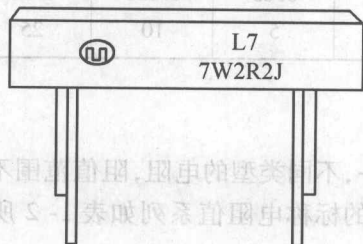

图 1-6 线绕电阻器
(4)线绕电阻器。线绕电阻器是用高阻值的合金线缠绕在绝缘基棒上制成的。它具有阻值范围大($0.1\Omega \sim 5M\Omega$)、噪声小、电阻温度系数小、耐高温、承受负荷功率大(最高可达500W)等优点,缺点是高频特性差。线绕电阻器的外形如图 1-6 所示。